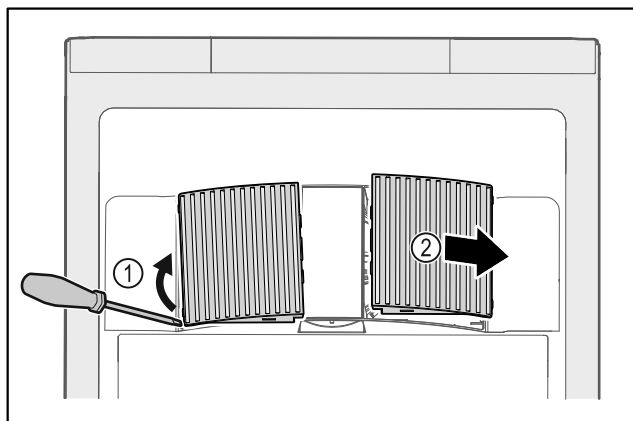

Fig. 133
- ▶ Scoateți cu grijă capacele ventilatoarelor de pe partea laterală Fig. 133 (1) și scoateți-le spre partea din față Fig. 133 (2).